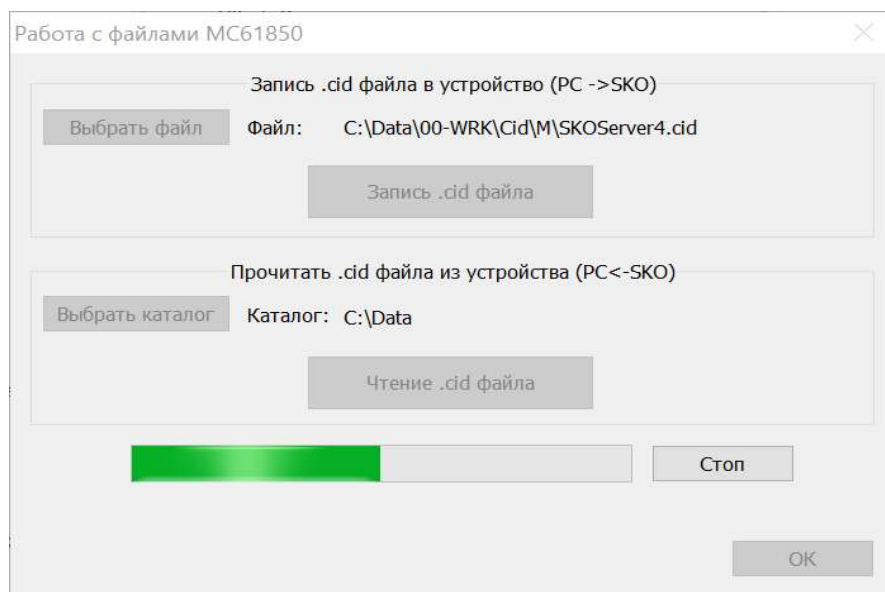

Рис. 9.93 Запись .cid файла
- Нажмите кнопку «**Запись .cid файла**» для начала процесса записи файла. Файл будет обработан и записан в оборудование ПКУС СКО. Ход процесса записи будет отражаться индикатором в нижней части формы (Рис. 9.93). Если потребуется остановить процесс записи файла, нажмите кнопку «Стоп».